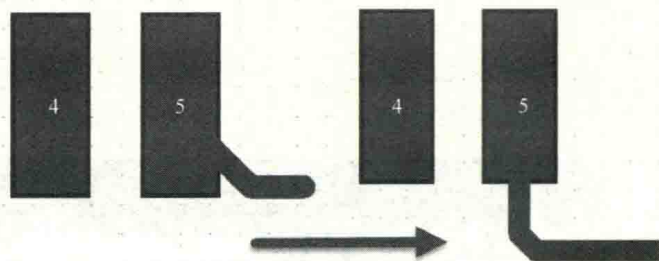

图 9-71 连接器的出线
(7) 连接器管脚拉线需要从焊盘中心拉出再往外走，不可出现其他的角度，避免在连接器拔插的时候把线撕裂，如图 9-71 所示。